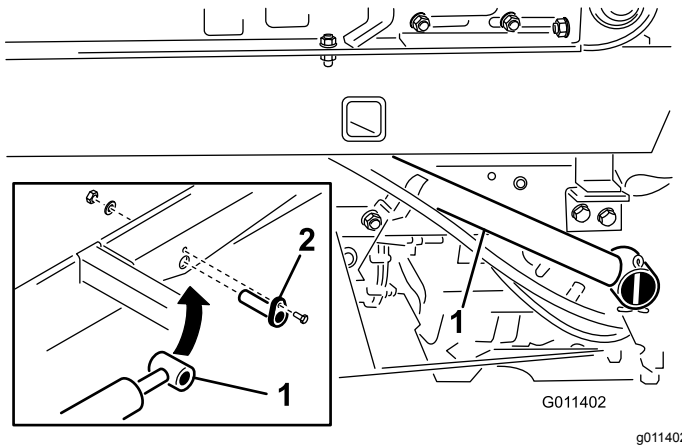

図 11
1. 各昇降シリンダのロッドの先端部をトップドレッサのベースにシリンダピンで固定する 図 11。
2. 各シリンダピンをトップドレッサのベースに固定するキャップスクリュー 1/4 x 3/4"、平ワッシャ、ナットを使用する 図 11。